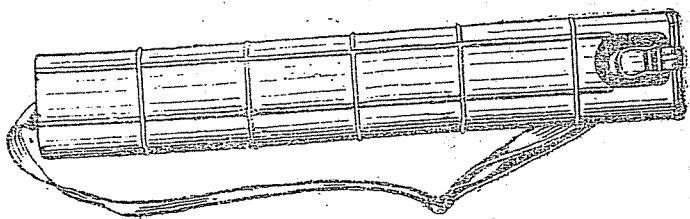

Рис. 57. Футляр для переноски запасных стволов
6. Придать пулемету горизонтальное положение и вставить в кожух запасный ствол, находящийся в футляре для переноски (рис. 57); предварительно убедиться, что в казенной части ствола нет постороннего тела.